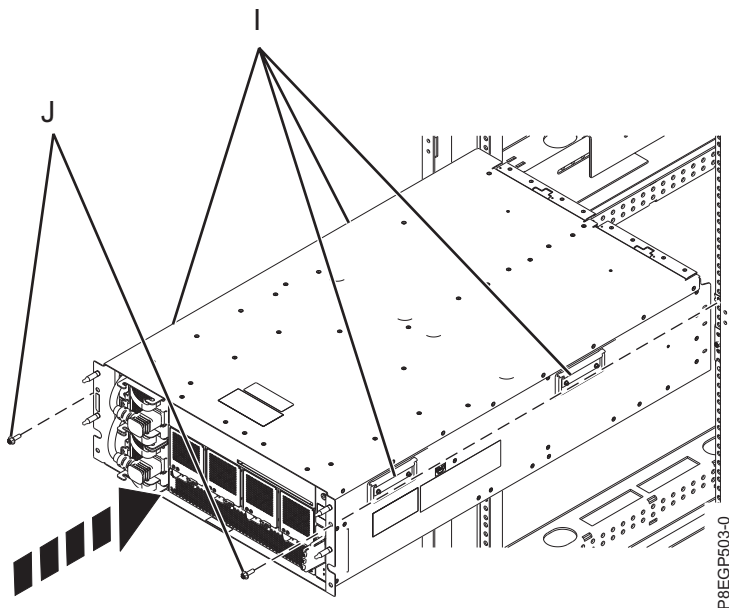

Figure 9. Installation du tiroir dans une armoire
4. Trois personnes sont nécessaires pour cette opération. Deux d'entre elles sont chargées de tenir les quatre poignées (I), comme illustré dans la figure 9, et la troisième personne se place devant le tiroir afin de le diriger. Le tiroir est soulevé et placé devant les glissières.
6. Installez les deux vis de fixation M5 (J) sur le tiroir et dans les écrous clips situés sur les glissières de gauche et de droite. Voir figure 9.